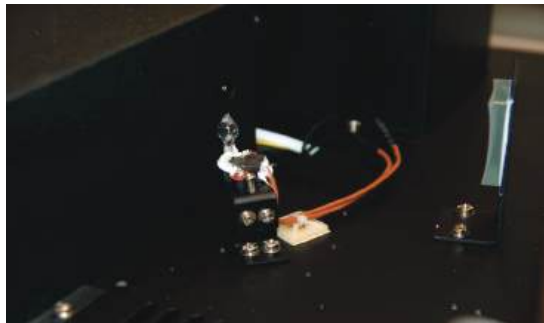

Рисунок 23 - Крепление галогенной лампы.
- 9.4.6. Заменить галогенную лампу: вынуть лампу из держателя и установить в гнездо держателя новую лампу (Рисунок 23).